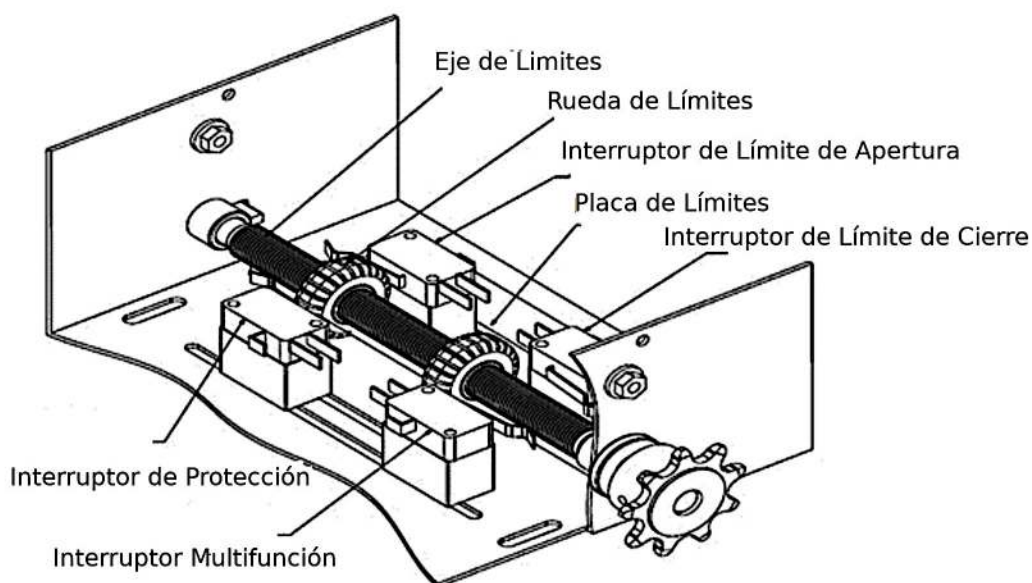

Figura 5
1.- Empuje la Placa de Retención, de modo que la Tuerca del Final de Carrera puede Girar hacia Atrás y Adelante. (Véase figura 5).